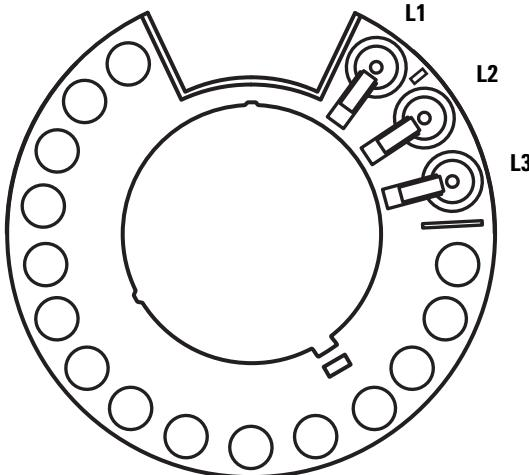

Figura 75 Posizioni L1, L2, L3 della torretta di trasferimento (vista dall'alto)
- 2 Togliere tutte le fiale dalle posizioni L1, L2 ed L3 della torretta di trasferimento per tutti gli iniettori installati (Figura 75).